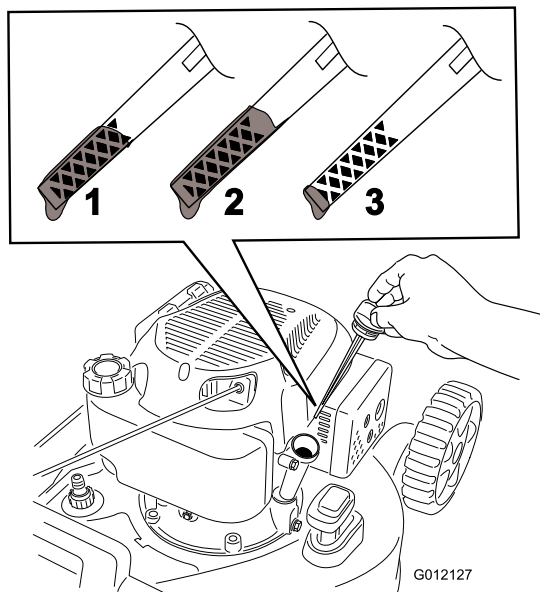

Figure 8
5. Pour déterminer le niveau d'huile correct indiqué par la jauge, voir (Figure 8).
Remarque: Versez de l'huile dans le carter moteur jusqu'à ce que la jauge indique le niveau correct, comme illustré à la Figure 8. Si vous remplissez excessivement le carter moteur, vidangez l'excédent